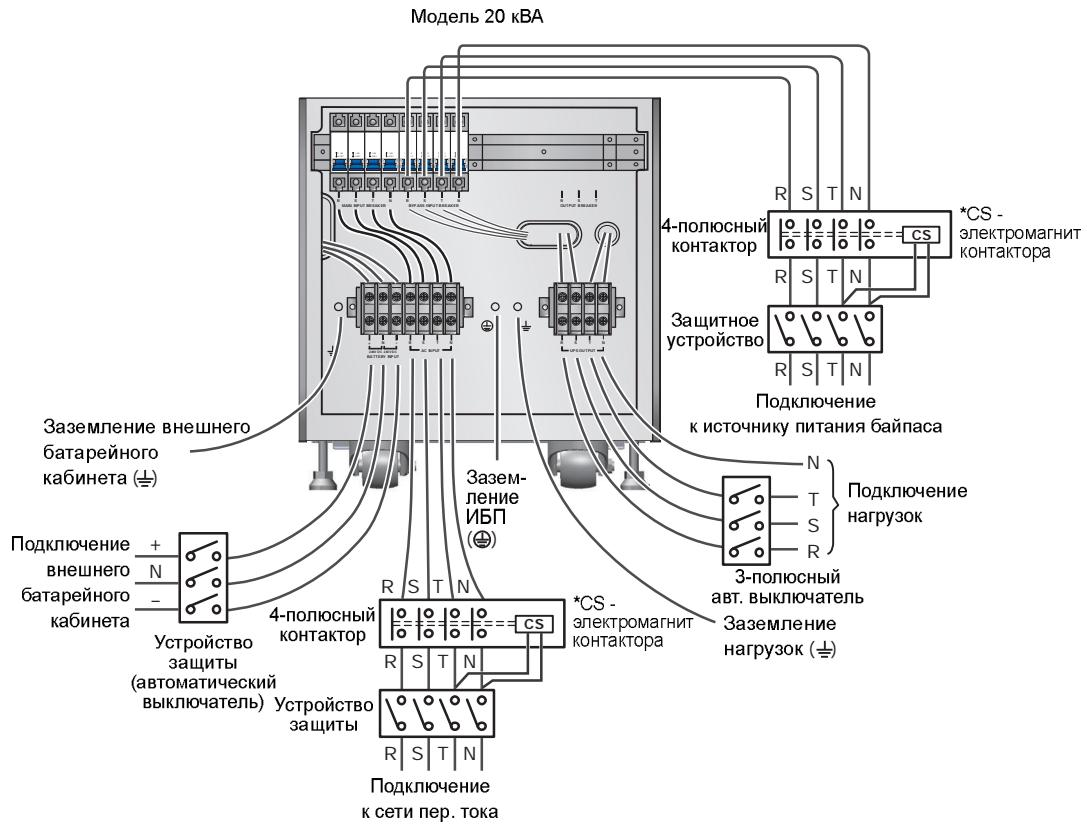

Рис. 6-11. Схема подключения I одиночного ИБП 20 кВА в конфигурации с двумя выходами)
- 3 Подключите кабели электросети, нагрузок и внешнего батарейного кабинета к блоку зажимов (см. рис. 6-11~6-14, 6-16).